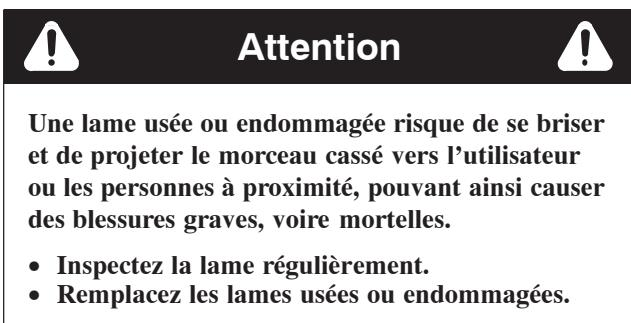

**Figure 41**
4. Pincez les extrémités des colliers et faites glisser ceux-ci pour les éloigner du filtre (Fig. 41).